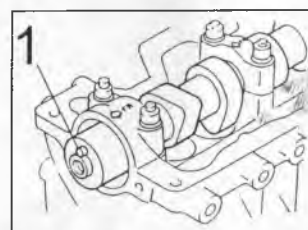

Рис. 75
- ⇒ Установите распределительный вал на головку блока цилиндров таким образом, чтобы штифт на торце вала (или шлицевая канавка для установки зубчатого шкива) находился сверху (Рис. 75).